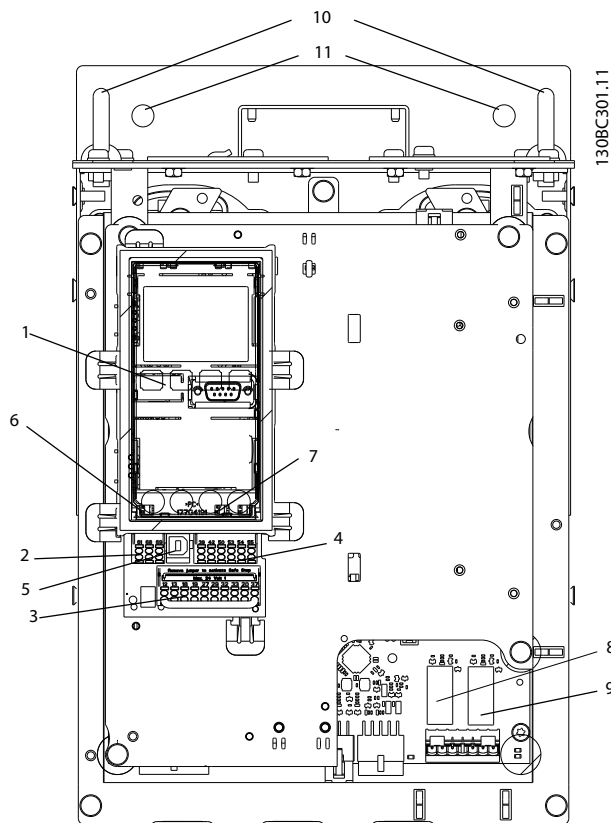

Ilustración 9.56 Ubicación de los conectores de relé, pos. 8 y 9.
- Retire todos los conectores de relé marcados como «RELÉ». Consulte Ilustración 9.56.